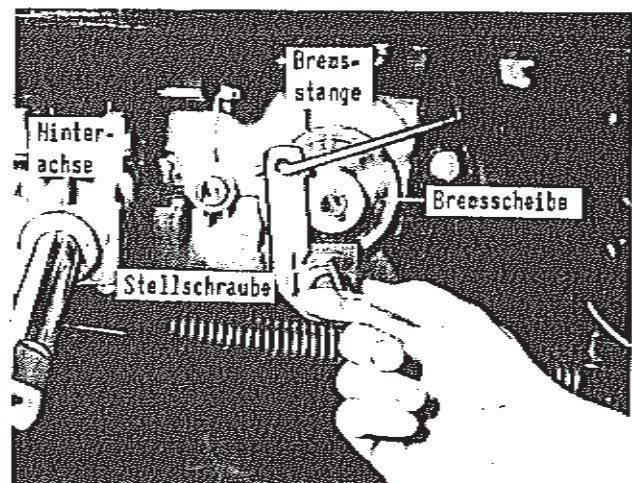

Abb. 16
3. Muß die Bremse nachgestellt werden, dann ziehen Sie die Skt-Mutter zur Justierung der Bremse an (oder lockern sie). Haben Sie die richtige Einstellung gefunden, sichern Sie mit der Skt-Zenter-S-Mutter (abb. 16). Wird die Mutter jedoch zu stark festgezogen, vermindert sich die Bremswirkung.